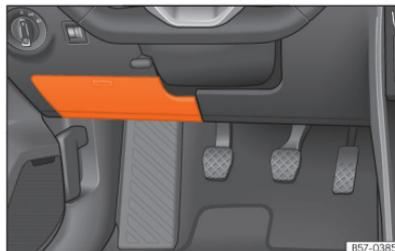

Fig. 198 No painel de instrumentos do lado do condutor: tampa da caixa de fusíveis.
- **Abrir:** recline a cobertura para baixo >>> **Fig. 198.**